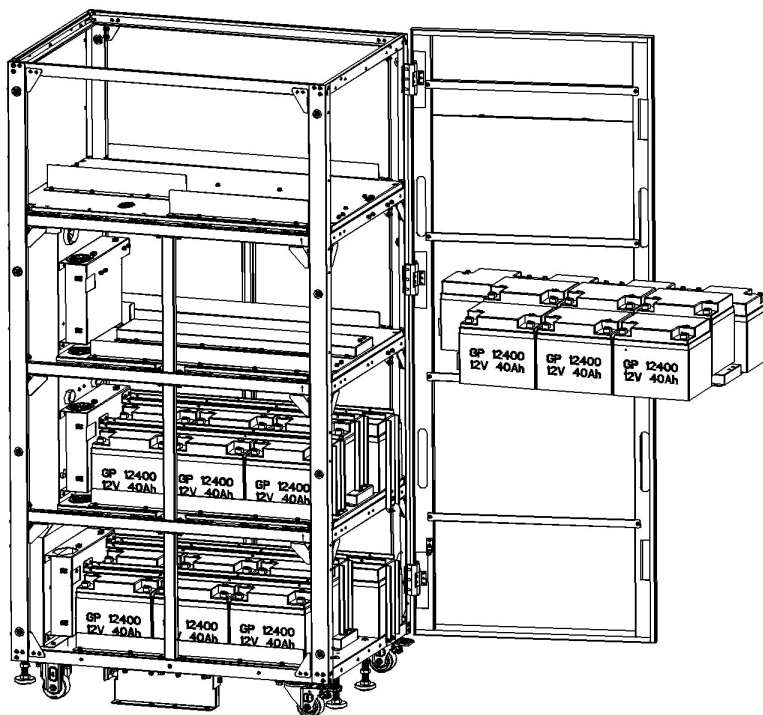

Figura 5-48
7. Vuelva a instalar 2 soportes de sujeción de la batería con tornillos en la capa 2 (Figura 5-48).
8. Instale 10 módulos de baterías en la capa 3. (Figura 5-48).